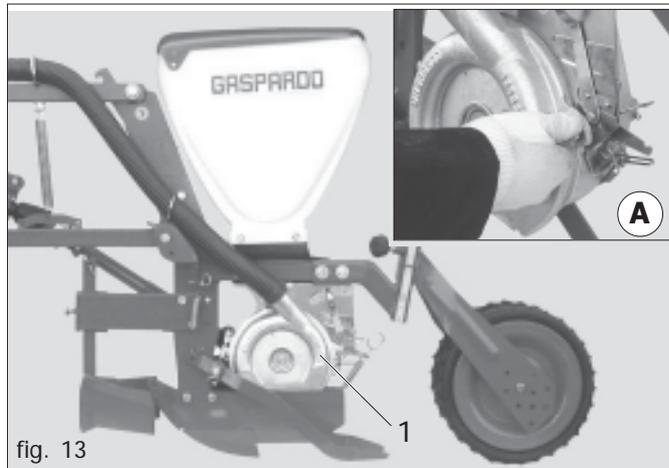
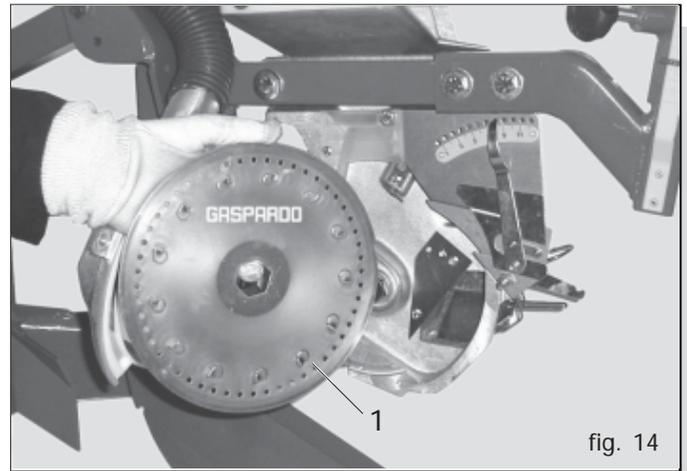

fig. 13
fig. 14
In die Säapparate (1 Abb. 13) wird eine Scheibe montiert (1 Abb. 14), die je nach Samengröße (der Samen darf nicht in das Loch gehen) gewählt wird. Die Samen, die durch Ansaugung die Scheibenlöcher verstopfen, werden dann auf dem Acker verteilt. Die Sämaschine wird dem Kunden mit einem Scheibenset geliefert. Folgende Scheibenserien können vom Hersteller an den Kunden geliefert werden (Siehe auf Seite 75).
- Die Sprossen müssen beim Einbau der Scheibe gegen den Säapparat gerichtet sein (1 Abb. 14).
- Die Flügelmutter zum Deckelverschluss nur mit den Händen anziehen (A Abb. 13).
- 4) Die Flügelmutter aufschrauben und entfernen (A Abb. 13);